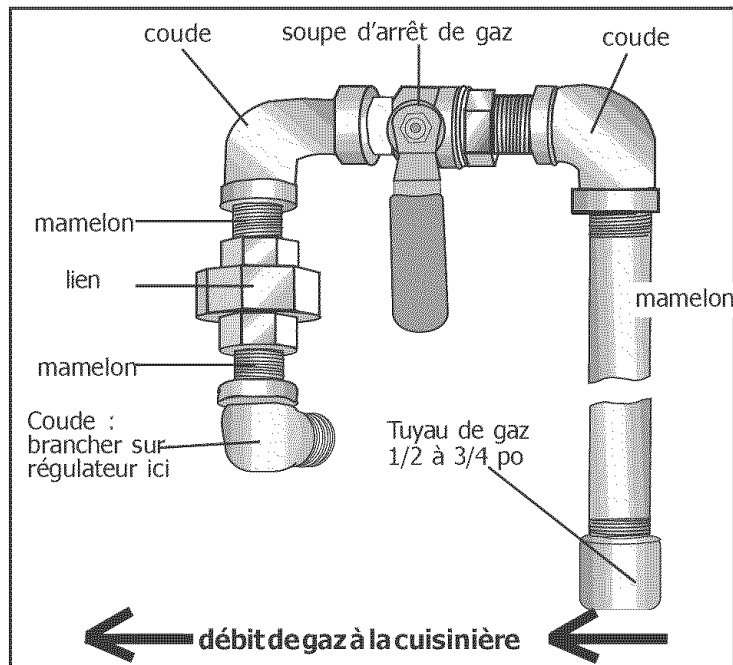

Figure 12: méthode de tuyau rigide
**Méthode tuyau rigide (voir figure 12)**
La configuration de la connexion avec tuyau rigide varie selon l'emplacement du bout du tuyau rigide de gaz. Consulter la figure 12 pour plus de détails.